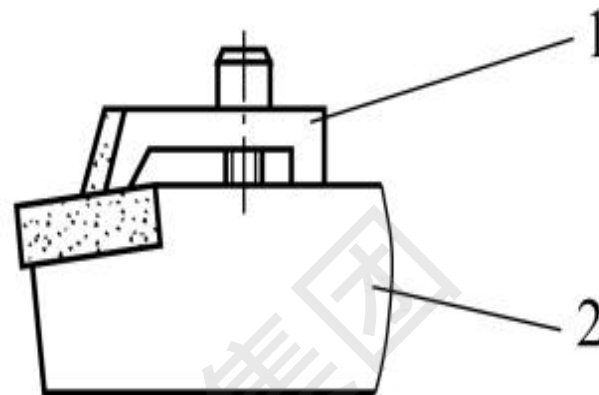

图 5-6 挡屑板挡屑
- (1)用断屑槽断屑。
- (2)用断屑台断屑。
- (3)用挡屑板断屑，如图 5-6 所示。
- (4)利用在工件表面上的预先开槽的方法。
- (5)选用适当的切削用量和几何参数使其断屑。
- (6)采用程序断屑。
- (7)其他断屑方。